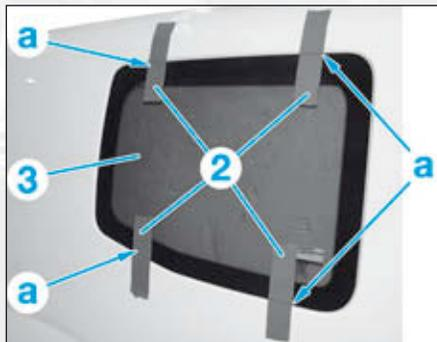

FIG.9
- Déposer la vitre fixe (3) à l'aide des doubles ventouses articulées.
En cas de récupération de la vitre, repérer la position de celle-ci avec des morceaux de rubans adhésifs (2) puis les couper en (a) (Fig.9).